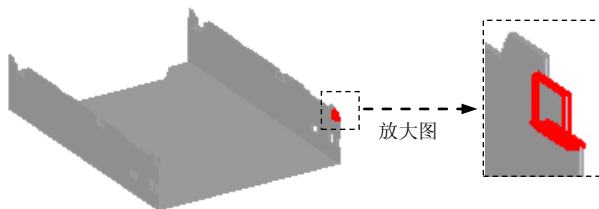

图 8.8.39 镜像特征 4
(4) 定义属性及参数。在“轮廓弯边”命令条中单击“轮廓弯边选项”按钮;取消选中 ☐ **使用默认值 (U)*** 复选框,在其 **折弯半径 (R)** 文本框中输入值 0.2,选中 ☒ **折弯止裂口 (E)** 复选框和 ☒ **圆形 (C)** 单选项;取消选中 ☐ **使用默认值 (L)*** 复选框,在其 **宽度 (W)** 文本框中输入值 0.5,单击 **确定** 按钮。
(5) 单击 **完成** 按钮,完成特征的创建。
Step16. 创建图 8.8.39 所示的镜像特征 4。